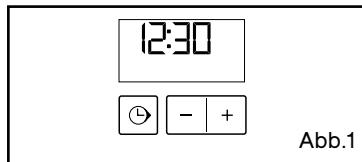

Abb.1
- Der Programmierer darf nur die Uhrzeit anzeigen; diese darf nicht blinken (Abb. 1).